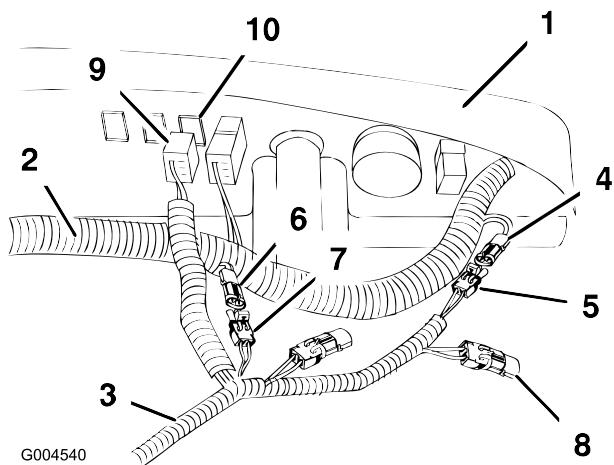

Figura 8
al conector de 48V de salida, según se muestra en Figura 8.
7. Coloque el conector del interruptor en su posición detrás del enchufe del salpicadero, según se muestra en Figura 8.